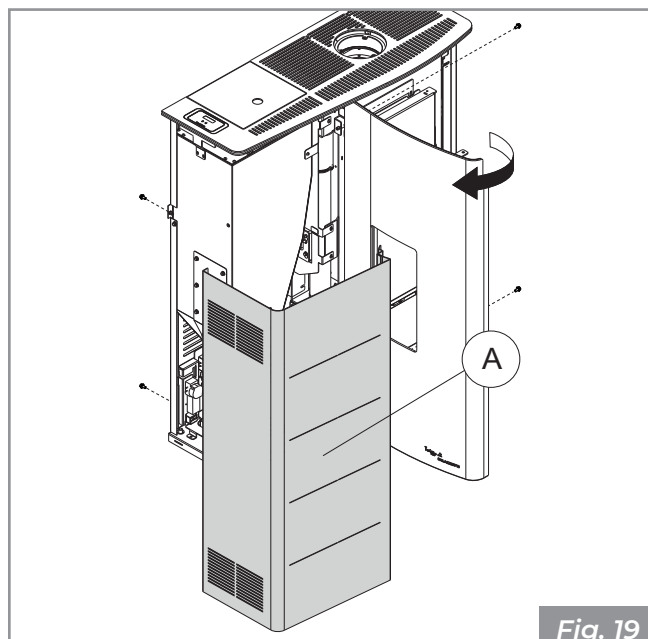

Fig. 19
- Abrir la puerta e intervenir en los tornillos para quitar el costado izquierdo (A - Fig. 19).